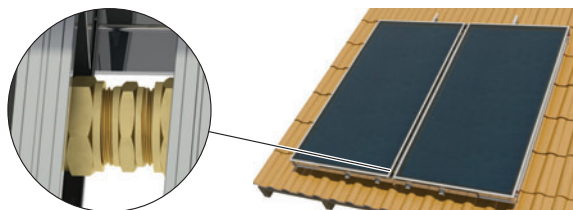

Figura 2.17
- 7 Collegare il secondo collettore e stringere le giunzioni*. (Figura 2.17).